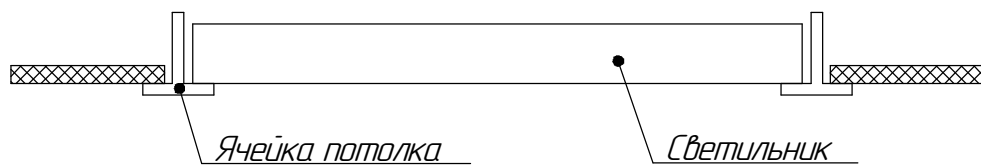

Рисунок 2 - Схема установки светильника
5.3 Установите светильник на опорную поверхность (см. рисунок 2, 4, 5).